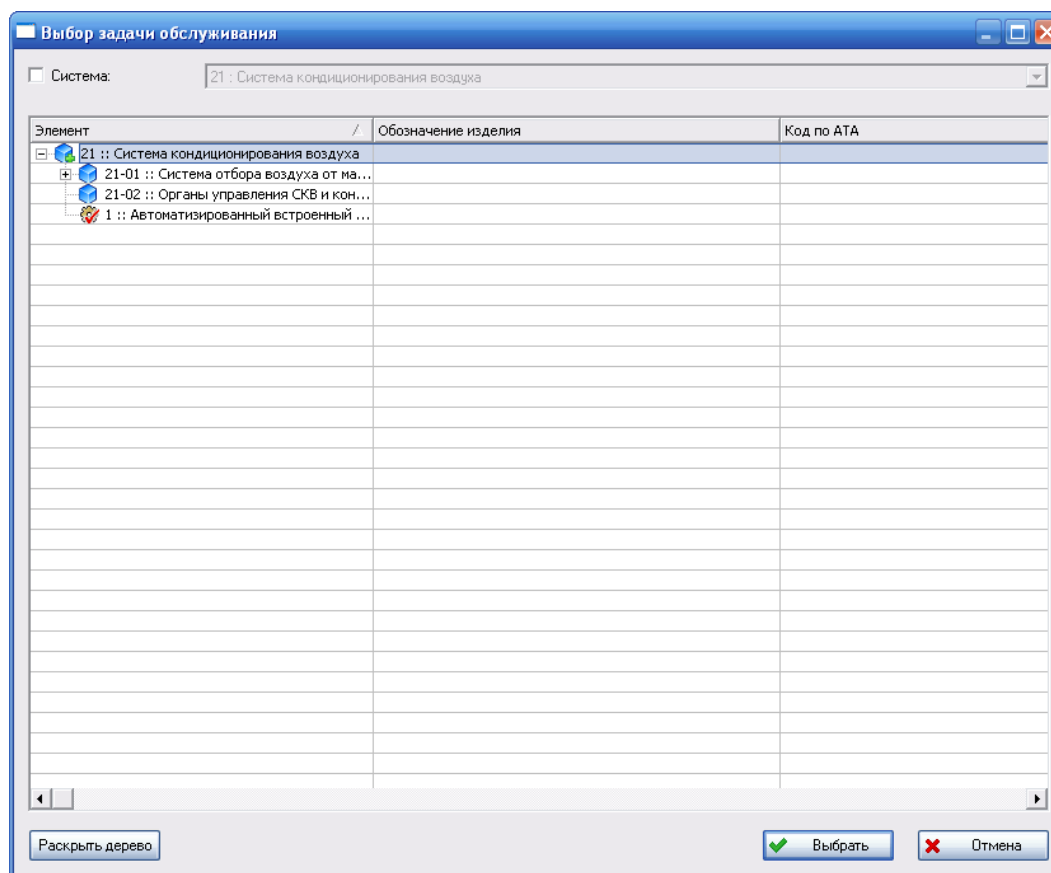

Рис. 3-100
3. В появившемся окне **Выбор задачи обслуживания** в виде дерева представлена ЛСИ анализируемой системы и задачи обслуживания, связанные с элементами ЛСИ (рис. 3-100).